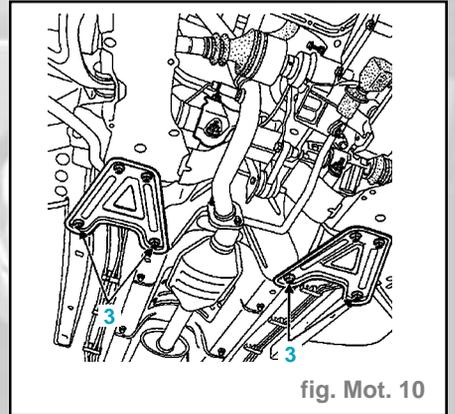

fig. Mot. 10
- Déposer les vis de fixation (3) (fig. Mot. 10).